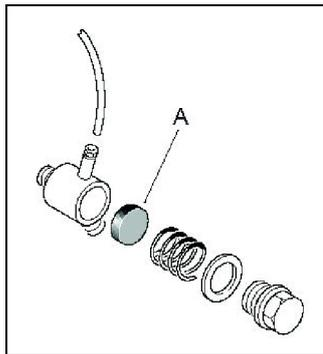

Abb. 9: Dichtelement im Rückschlagventil
Schritt 2: Kontrollieren Sie das Rückschlagventil und tauschen Sie gegebenenfalls das Dichtelement (A, Abb. 9) aus.